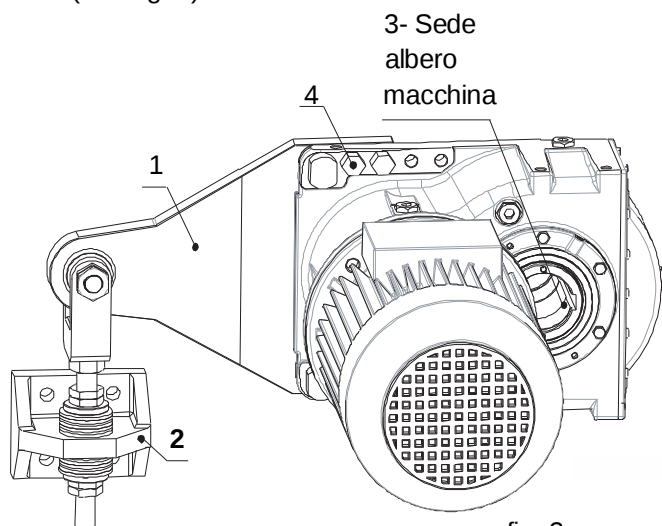

fig. 2
Ancorare il braccio di reazione alla struttura della macchina (pos. 2) e serrare con viti di fissaggio (classe minima raccomandata 8.8) applicando una coppia di serraggio come da tabella “coppie di serraggio” paragrafo 9.1 (vedi fig. 2)